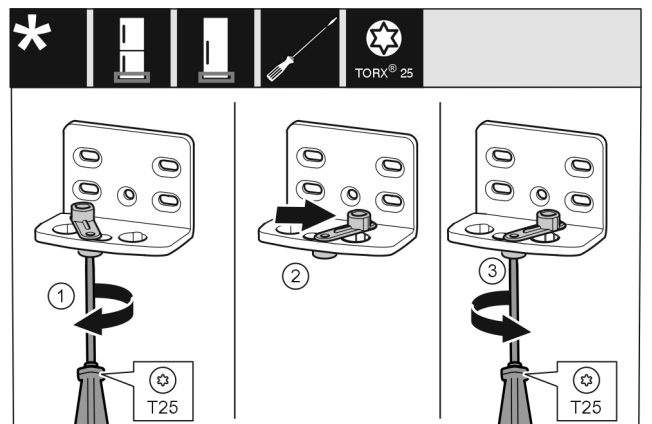

Fig. 11
- ▶ Aflojar el tornillo con el destornillador T25. Fig. 11 (1)
- ▶ Levantar el dispositivo auxiliar de cierre y girarlo 90° hacia la derecha en el orificio. Fig. 11 (2)
- ▶ Apretar el tornillo con el destornillador T25. Fig. 11 (3)